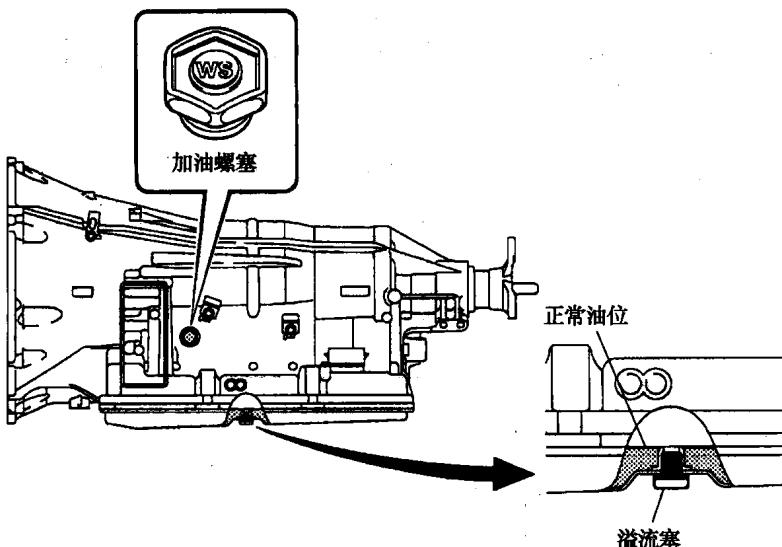

图 1-3 从溢流塞处检查自动变速器油量
3) 从溢流塞处进行检查。有的自动变速器本身不带油尺，也没有油尺导管。可以由加油口螺塞，或从溢流塞孔处加注自动变速器液，如图 1-3 所示。